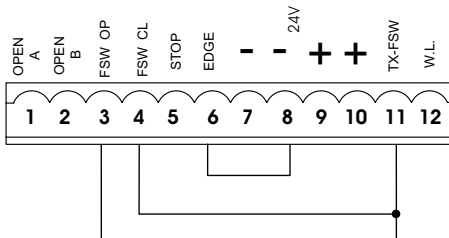

Fig. 5
N.B. Si on n'utilise aucun dispositif de sécurité, ponter les bornes d'après la fig. 5.
Nota bene: Si on ne connecte aucun dispositif de sécurité en ouverture, pointer les entrées OP et -TX FSW (fig. 5).
Nota bene: Si on ne connecte aucun dispositif de sécurité en fermeture, pointer les bornes CL et -TX FSW (fig. 5).
Nota bene: Si les dispositifs de sécurité bord ne sont pas connectés, pointer les entrées EDGE et -. (fig. 5).